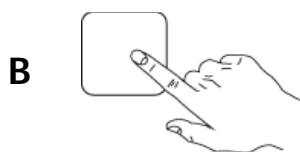

Fig.15
- 4- Selezionare uno dei cicli di lavaggio disponibili premendo il TASTO "B". (Fig.15)